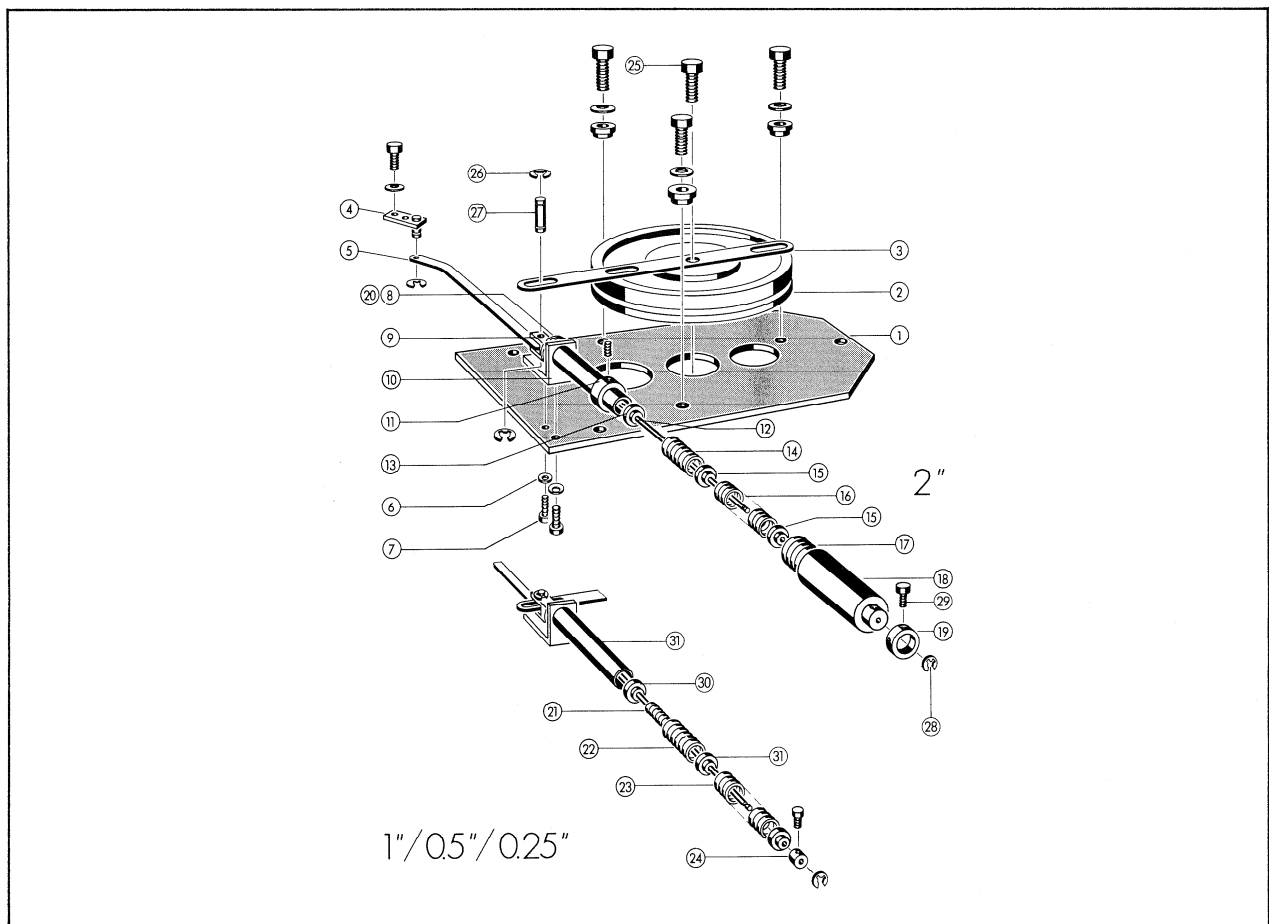

Fig. 2
3. Bandzugfedereinheit nach Lösen der beiden Schrauben (7) (Fig.2) und der Schraube (25) entfernen.
3. Remove spring-assembly after loosening the 2 screws (7) (fig. 2) and the screw (25) .
Umbau der 2" Bandzugfeder: (siehe Fig. 2)
Conversion of the 2" tape tension spring (see fig. 2)
1. Bandzugfeder mit den Schrauben (7) auf neue Platte montieren. Fig.2
2. Seegerring (26) (Fig. 2) entfernen und Achse (27) zurückziehen, bis sich der Hebel (3) herausziehen lässt.
1. Attach the spring-assembly with screws (7) to the new dashpot plate. Fig. 2.
2. Remove circlip (26) (Fig. 2). Pull back pin (27) just far enough to be able to remove the lever (3).